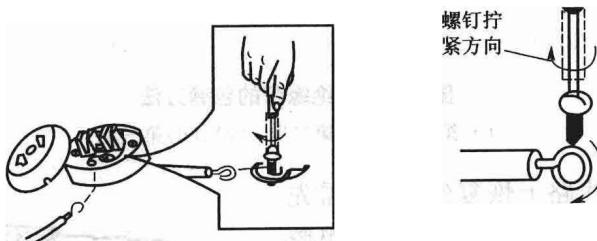
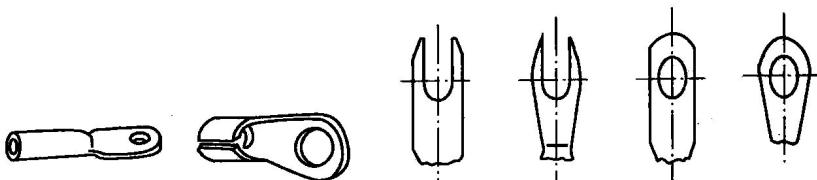

图 1-1-21 平压式连接
图 1-1-22 线鼻子
②平压式,如图 1-1-21 所示。在进行平压式连接时,羊眼圈的弯曲方向应与螺钉拧紧方向一致,不可“反圈”;如有必要,可加装平垫圈;当导线截面积较大时,应采用线鼻子连接。线鼻子的种类如图 1-1-22 所示。